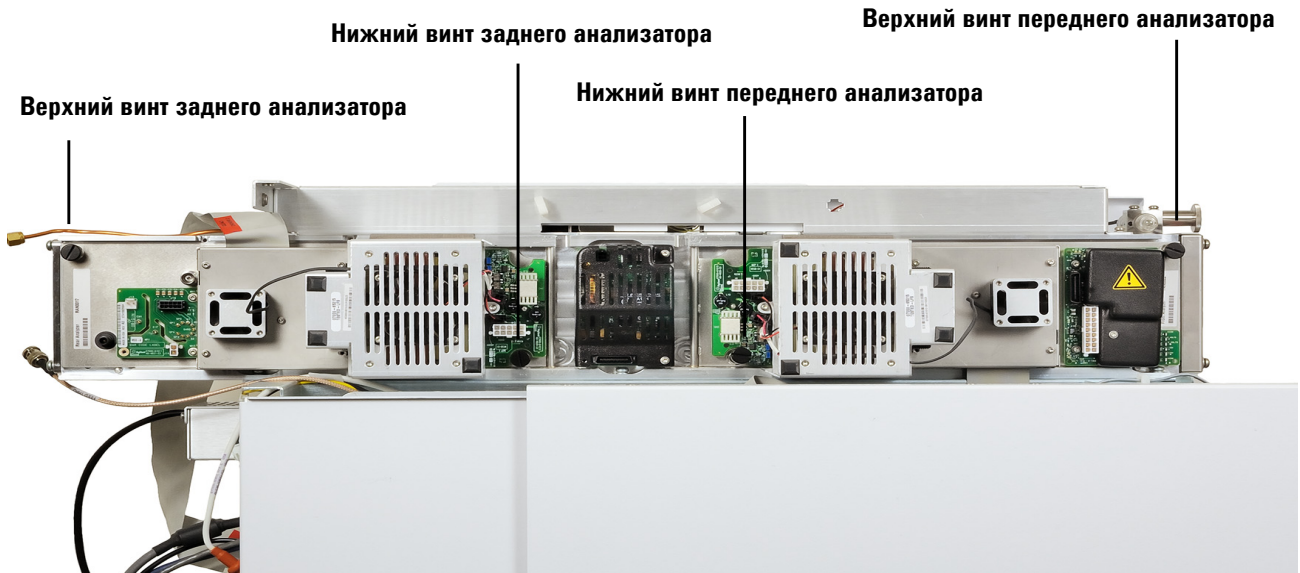

Рис. 17 Винты боковой панели
- 7 Вручную затяните винты боковых панелей обоих анализаторов. (См. раздел Рис. 17).